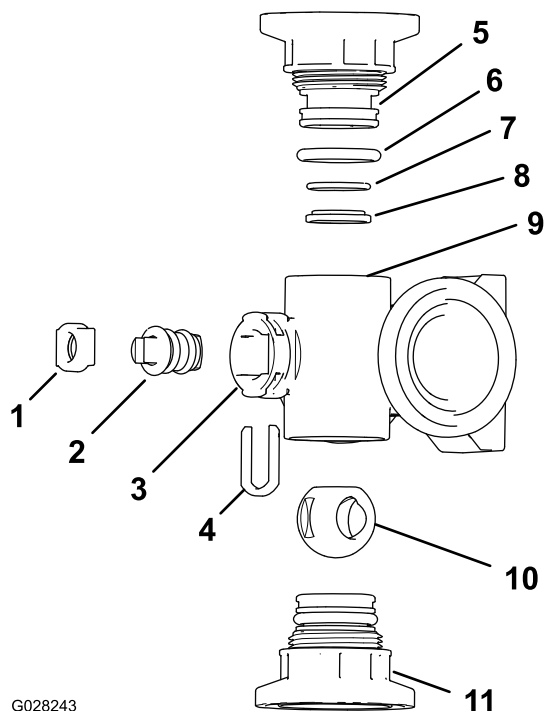

Рисунок 72
2. Снимите два штуцера торцевой крышки в сборе с каждого конца корпуса коллектора (Рисунок 72 и Рисунок 73).
4. Извлеките держатель штока из пазов в отверстии штока в коллекторе (Рисунок 72 и Рисунок 73).
5. Снимите держатель штока и седло штока клапана с коллектора (Рисунок 72 и Рисунок 73).
6. Просуньте руку внутрь корпуса коллектора и извлеките оттуда шток клапана в сборе (Рисунок 72 и Рисунок 73).
1. Проверьте состояние уплотнительных колец выпускных штуцеров (только коллектор клапана секции), уплотнительных колец торцевых крышек, задних уплотнительных колец седла, седла шарового клапана на повреждения или износ (Рисунок 72 и Рисунок 73).
2. Нанесите консистентную смазку на шток клапана и вставьте его в седло штока клапана (Рисунок 72 и Рисунок 73).
3. Вставьте шток и седло клапана в коллектор и закрепите шток и седло держателем штока (Рисунок 72 и Рисунок 73).
4. Убедитесь, что заднее уплотнительное кольцо седла и седло шарового клапана выровнены и правильно установлены в штуцере торцевой крышки (Рисунок 73 и Рисунок 72).
5. Установите штуцер торцевой крышки в сборе на корпус коллектора так, чтобы фланец штуцера торцевой крышки касался корпуса коллектора (Рисунок 72 и Рисунок 73), затем поверните штуцер торцевой крышки еще на 1/8–1/4 оборота; затяните штуцер с моментом от 225 до 282 Н·см.